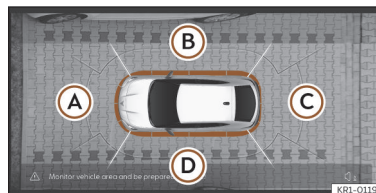

Fig. 161 Visualização do sistema de visão periférica: perspectiva aérea.
Pode-se escolher entre quatro vistas diferentes >>> **Fig. 161:**
Combinando as imagens de todas as câmaras, gera-se a perspectiva aérea >>> **Fig. 161.** A perspectiva aérea pode-se selecionar pressionando sobre o veículo dentro da zona.
>>> **Fig. 161** (A) a (D) da perspectiva aérea ou da perspectiva aérea reduzida, é possível selecionar e fixar a vista correspondente, a qual será realçada a cor de laranja.